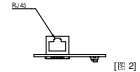

图 2
- 连接 CAT-5e 网络线至 CMC-MOD01 RJ-45 接口, 如图 2 所示。